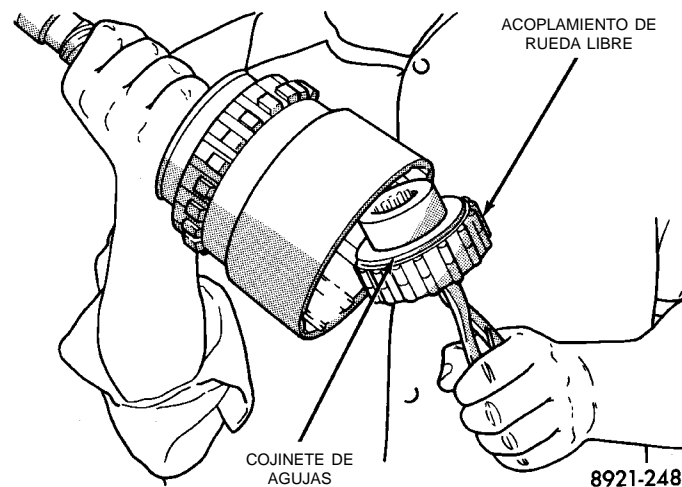

Fig. 218 Desmontaje/instalación del conjunto del acoplamiento de rueda libre
(3) Retire el conjunto del acoplamiento de rueda libre con alicates para anillos de muelle de tipo de expansión (Fig. 218). Inserte los alicates en la maza del embrague. Expande los alicates para que se aferran a las estrías de la maza y retire el embrague con un movimiento de torsión hacia la izquierda.
(4) Retire el cojinete de empuje de la maza del acoplamiento de rueda libre.
(5) Retire el acoplamiento de rueda libre de la maza.
(6) Marque la posición del engranaje anular y el tambor del embrague directo para utilizar como refe-